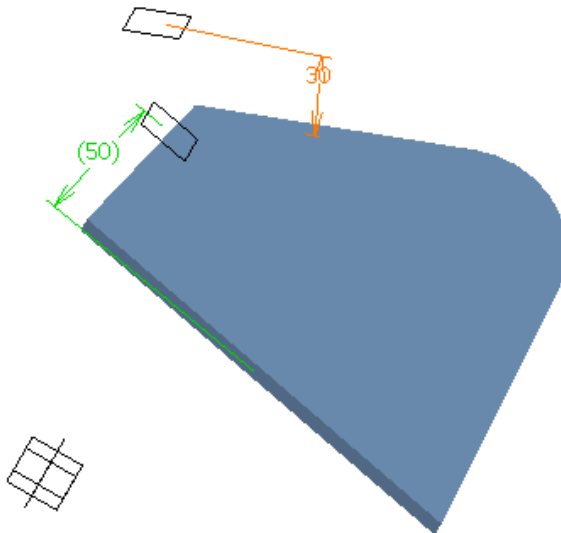

Рис. 81
- 22) Зсув буде змінено відповідним чином (Рис. 81).